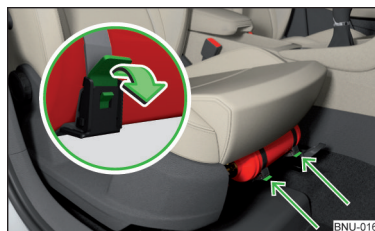

Fig. 307
- › Pentru **scoaterea** extinctorului, desprindeți siguranțele de la cele două chingi în sensul săgeții » fig. 307 și scoateți extinctorul.